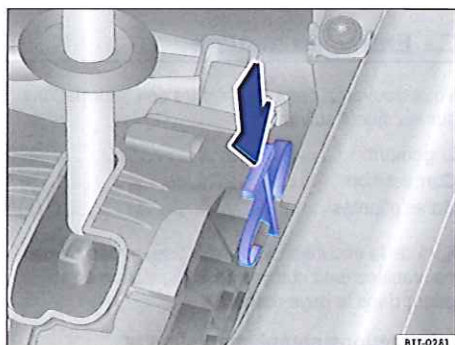

Fig. 215 Déverrouillage d'urgence du blocage du levier sélecteur.
- Poussez le levier de déverrouillage \Rightarrow fig. 215 dans le sens de la flèche et maintenez-le dans cette position.